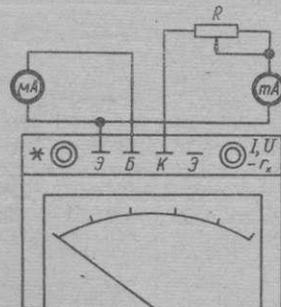

Abb. 5
Prüfung des Fehlers beim Messen von B . Die Prüfung der Genauigkeit der Bestimmung des Stromverstärkungsfaktors B wird durch die Messung der Stromänderung im Basiskreis ΔI_b und des Kollektorstroms I_k , die nach dem Schaltbild der Abb. 5 bestimmt werden, durchgeführt:
2. Den Meßbereichumschalter in Stellung "Калибр." (Eichung) und den Betriebsartenwähler in Stellung "p-n-p" bringen und das Gerät gemäß Schaltbild (Abb. 5) einschalten.